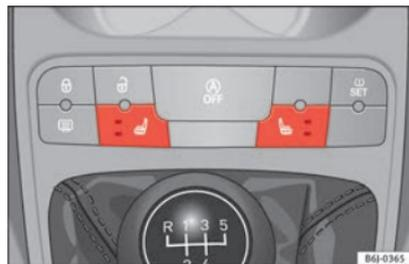

Fig. 134 Contacteur du chauffage des sièges avant.
- Appuyez sur le contacteur correspondant » fig. 134 pour activer le chauffage du siège.
- Une pression sur la touche active le chauffage à l'intensité maximale. Les deux LED s'allument » fig. 134. Après 15 minutes à intensité maximale, la LED supérieure s'éteint, le système se désactive pendant 2 minutes et, une fois ce délai écoulé, le système se remet en fonctionnement à intensité minimale (la LED inférieure reste toujours allumée).